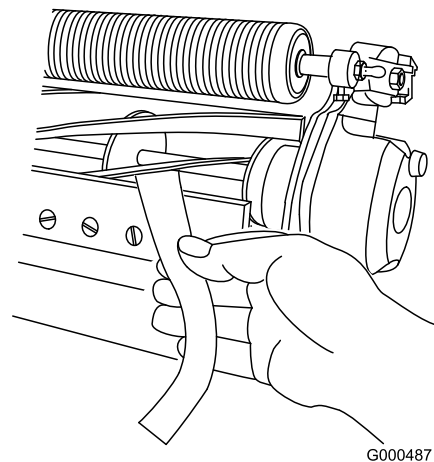

Figura 11
11. Pruebe el rendimiento de corte insertando una tira larga de papel de prueba del rendimiento de corte (Pieza Toro N° 125-5610) entre el molinete y la contracuchilla, perpendicular a la contracuchilla (Figura 11). Gire el molinete lentamente hacia adelante; debe cortar el papel.